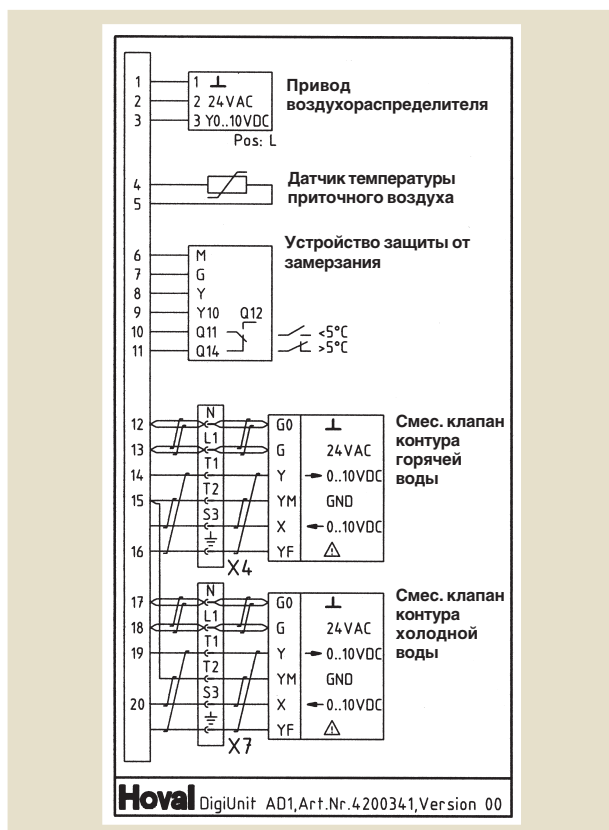

Рис. 38: Электросхема контактной коробки нижнего блока
- Смесительные клапаны фирмы Noval непосредственно подключайте к соответствующим разъемам контактной коробки нижнего блока; при использовании клапанов других фирм выполните соединительную электропроводку между клапаном и контактной коробкой (см. рис. 38).